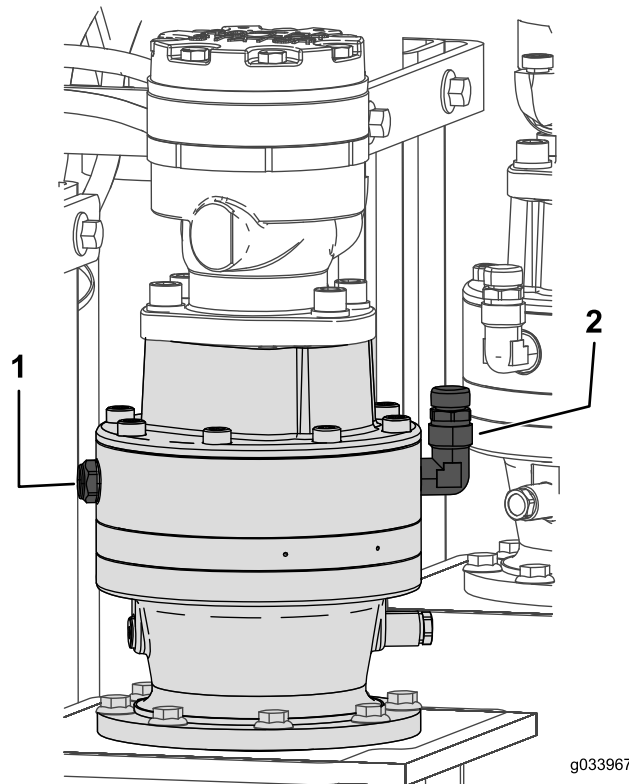

Figure 99
1. Contrôlez le niveau d'huile par le regard sur le train planétaire de chaque vrille d'ancrage (Figure 99).
- Retirez le reniflard et ajoutez de l'huile dans le train planétaire jusqu'à ce que le niveau d'huile arrive au moins à mi-hauteur du regard (Figure 99).